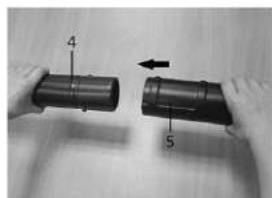

Imagen 2
Montar o tubo flexível (Imagen 2 - Imagem 6)
1. Prima o tubo reto do soprador (4) contra os tubos do bocal do soprador (5) e rode até ficarem fixados (Imagen 2 e 3).